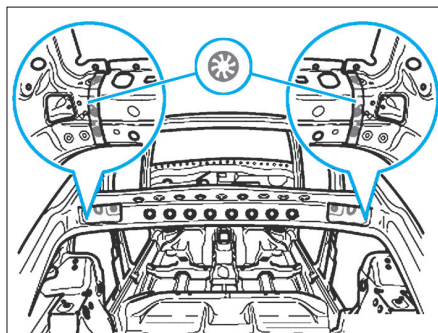

FIG. 42
- Souder la pièce neuve, soudeuse bouchon sous protection gazeuse (Fig.42).